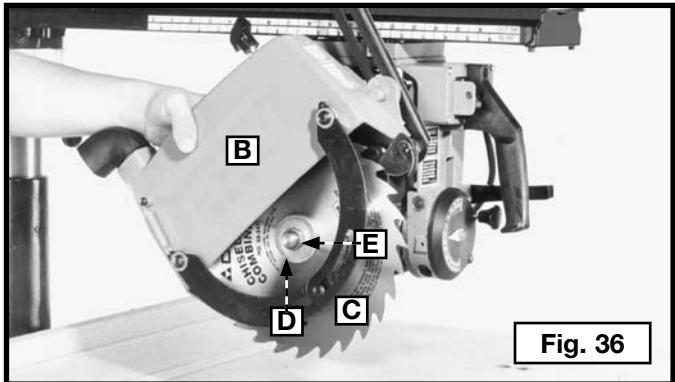

Fig. 36
3. Attacher la bride externe de la lame (mince) (D) Figure 36 du côté enfoncé de la bride (D) orientée vers l'intérieur. Placer l'écrou (E) dans l'axe.